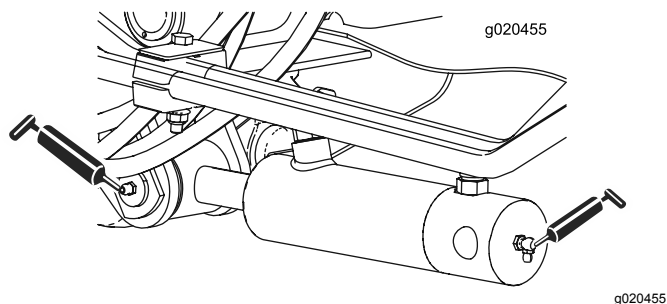

Figura 64
- Casquillos de los cilindros del brazo de elevación (2 en cada uno) (Figura 64)